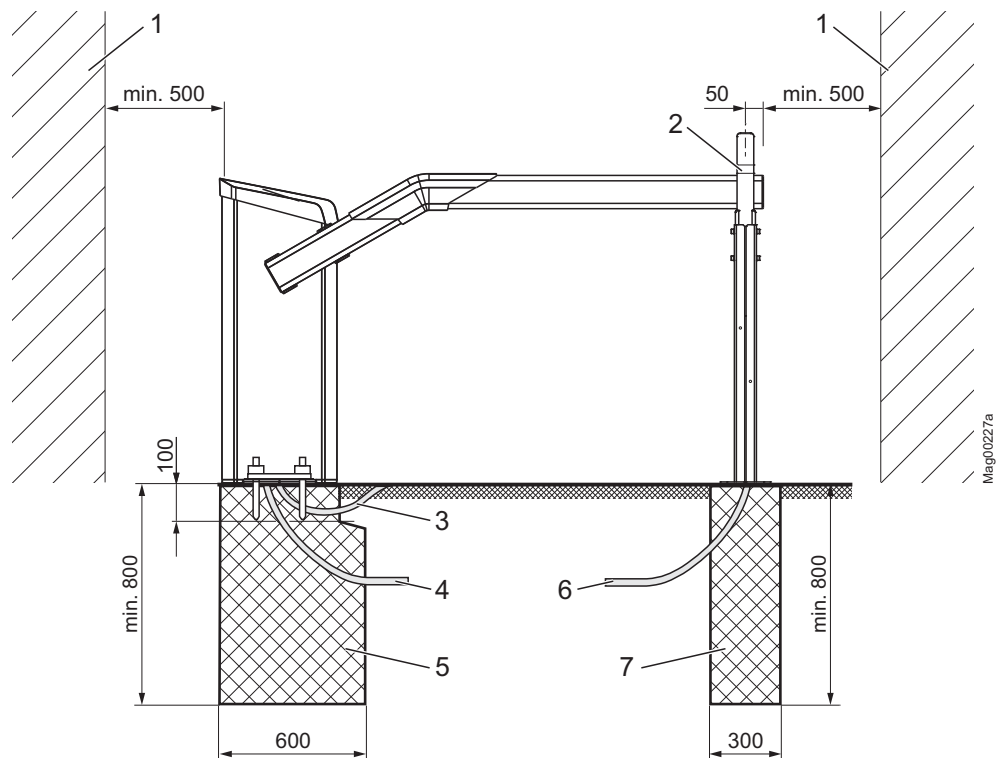
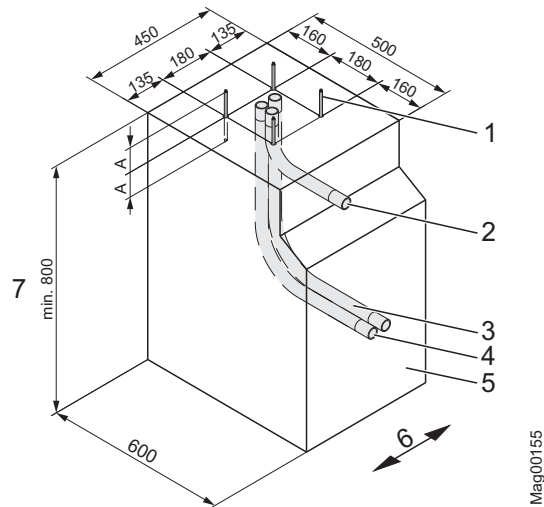
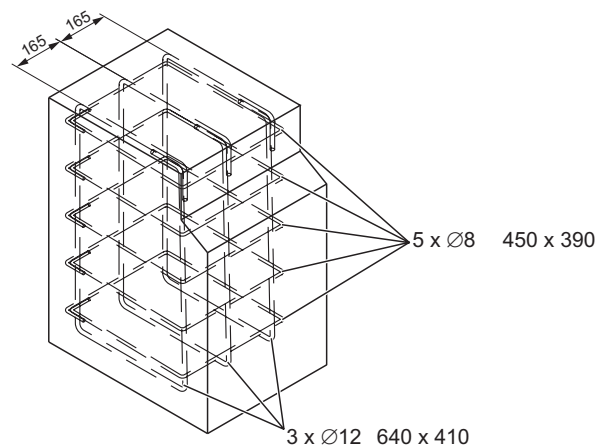

Imagen 15: Montaje módulo de la barrera
Imagen 16: Plano de la base
Imagen 17: Refuerzo
<p>¡AVISO! ¡Peligro de aplastamiento y corte debido a una distancia de seguridad demasiado pequeña entre el brazo de la barrera y otros objetos!</p> <p>¡Si la distancia de seguridad entre el brazo de la barrera y otros objetos es demasiado pequeña, el hecho de abrir y cerrar el brazo de la barrera puede causar aplastamientos y lesiones graves!</p> <p>Por lo tanto:</p> <ul style="list-style-type: none"> – Entre el brazo de la barrera y otros objetos, como por ejemplo paredes, muros o casas, la distancia mínima de seguridad debe ser de 500 mm. → Véase página 27, capítulo 2.7. – Montar e instalar el módulo de la barrera según Imagen 15.
- Entre el extremo del brazo de la barrera y otros objetos, como por ejemplo paredes, muros o casas, la distancia mínima de seguridad debe ser de 500 mm. → Véase página 54, Imagen 15.
→ Véase página 54, Imagen 15 hasta la página 56, Imagen 17.
→ Véase página 56, Imagen 16.
1. Levantar el orificio de la base según Imagen 15 y Imagen 16.
2. Colocar el refuerzo en el orificio de la base según Imagen 17.
3. Colocar los tubos vacíos en el orificio de la base según Imagen 16.
5. Hormigonar la base según Imagen 16.
→ Véase página 54, Imagen 15.
1. Levantar el orificio de la base según Imagen 15 y Imagen 19.